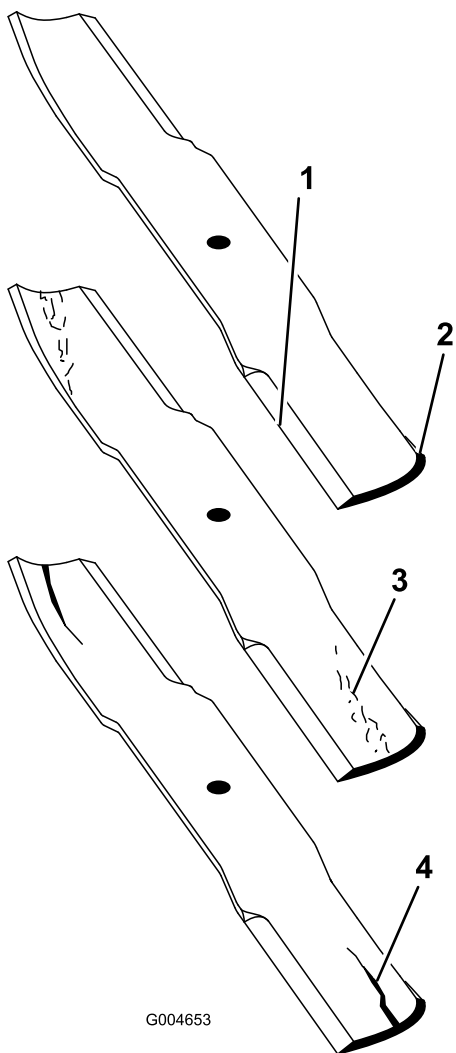

Figure 88
- Examinez attentivement les tranchants de la lame, particulièrement au point de rencontre de la partie plane et de l'ailette (Figure 88).
Remarque: Le sable et les matières abrasives peuvent éroder le métal à cet endroit, c'est pourquoi il est important de contrôler l'état de la lame avant d'utiliser la tondeuse. Remplacez la lame si elle est usée (Figure 88).